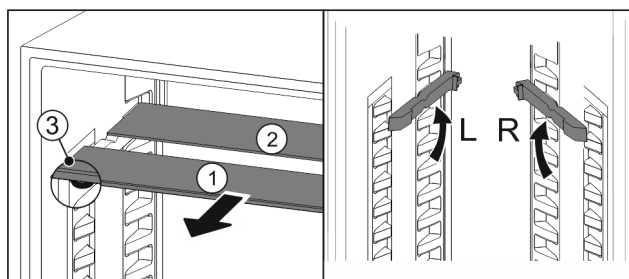

Fig. 68
- Trekk glassplatene enkeltvis fremover og ut Fig. 68 (1).
- ▷ Glassplate Fig. 68 (1) med pyntelist ligger foran.
- ▷ Stoppere Fig. 68 (3) peker nedover.